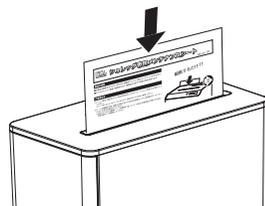

図1 シートに表記されている矢印の向きに従って、1枚投入してください。
- 細断能力が低下し、頻繁に細断くずがつまるような場合は、弊社のシュレ ッダ専用メンテナンスシート(NSE-MSA5)を図1のように細断するか、ボトル入りの専用オイル(ISO-030)で図2のようにオイルシートを準備し、そのまま細断してカッター部をお手入れしてください。